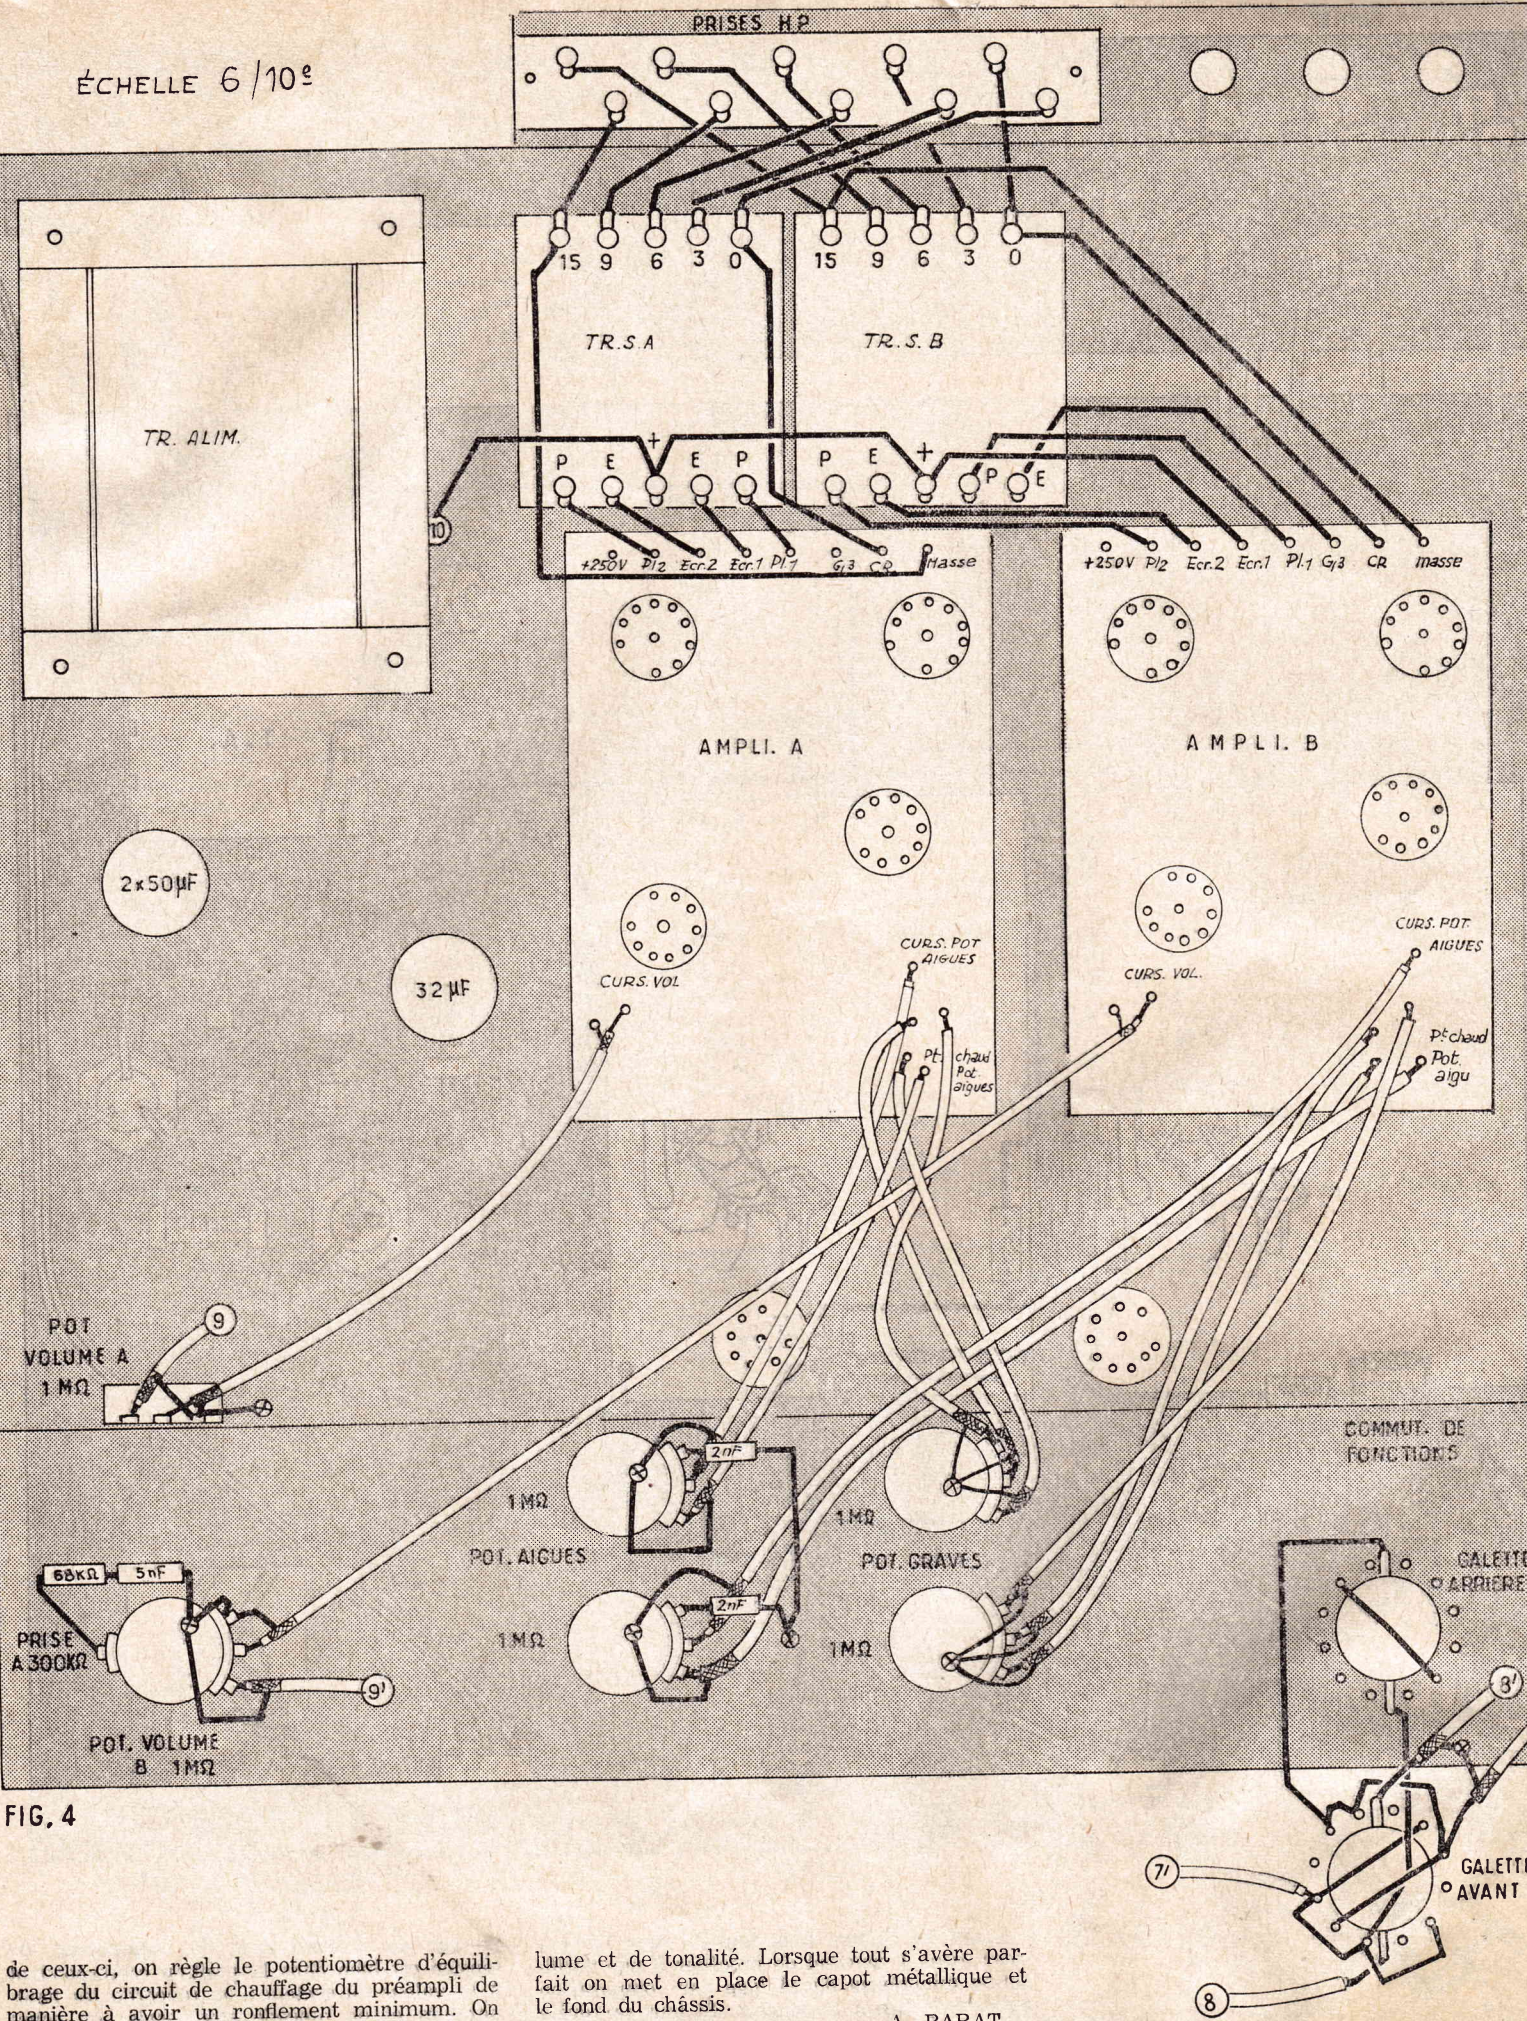

FIG. 4
(Voir figure 4 page suivante)
\* cette puissance calorifique ne peut avoir qu'une seule origine, électrique, et, en fait, elle semble correspondre exactement au produit du courant  $I_c$  par le potentiel  $V_{CB}$ , qui existe entre collecteur et émetteur (fig. 4) et du courant  $I_c$  au repos dans le cas d'un OC74, par exemple, la puissance ( $P$ ) dissipée par le collecteur (C) serait